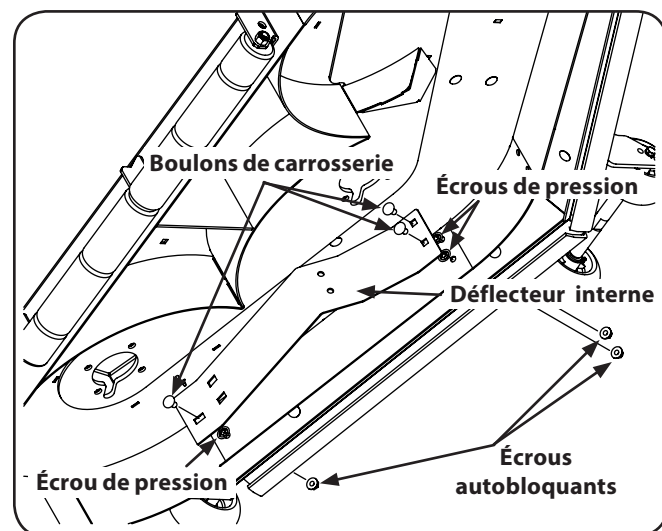

Figure 6-7
- Si vous coupez de l'herbe abondante, retirez les boulons de carrosserie, les écrous de pression et les écrous autobloquants qui fixent le déflecteur au plateau de coupe. Voir Figure 6-7.